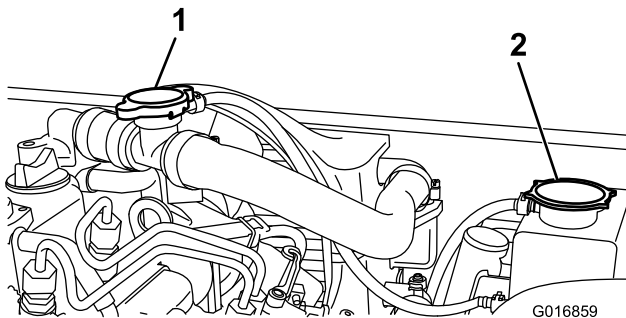

図 37
2. 補給口のキャップ（図 37）を外して冷却液を入れる。
3. 補給口のキャップを元通りにはめ、補助タンクのキャップを開ける（図 37）。
2. ラジエターの補助タンクのキャップを取る（図 37）。